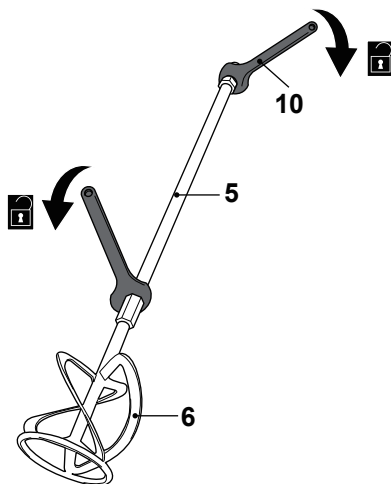

Fig. 7
- >Bloquear a porca soldada do eixo (5) com uma chave de montagem (10) e desaperte a palheta misturadora (6) no sentido contrário ao dos ponteiros do relógio com outra chave de montagem (10) agarrando a porca soldada (Fig. 7).